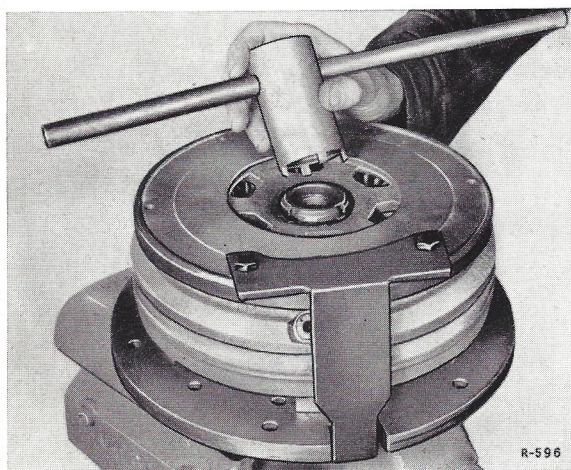

Bild 25-2/2
4. Die Antriebsscheibe mit einem geeigneten Zweiklauenabzieher abziehen (Bild 25-2/3).